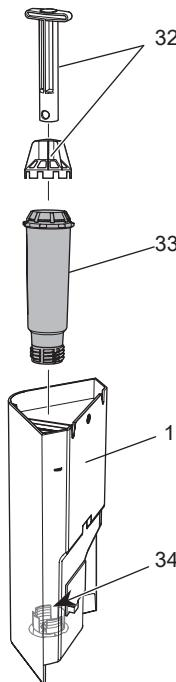

图 18：拆装滤水器
7. 在水箱内装入一个新的滤水器（见图18）。
2. 拆除滤水器（见图18）。